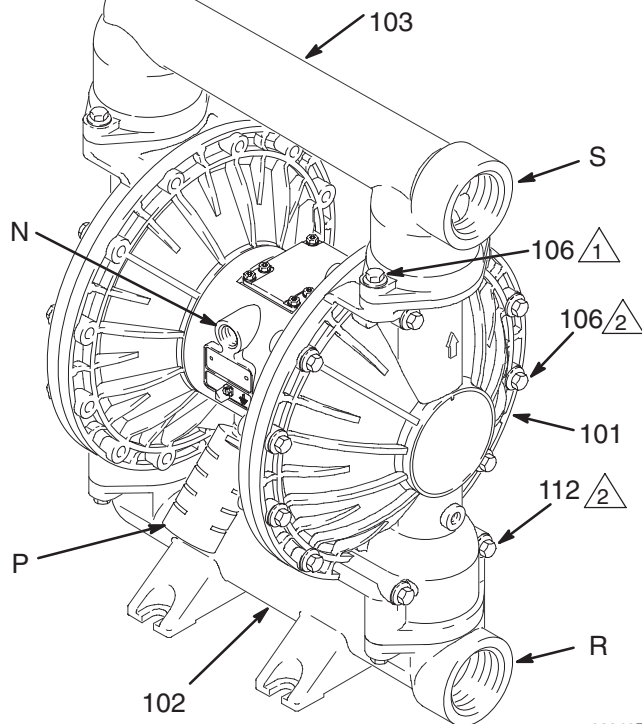

Fig. 3
4. La pompe est très lourde. Si elle doit être déplacée, veillez à ce que deux personnes la soulèvent en la tenant fermement par le collecteur de sortie (103). Consultez la Fig. 3, page 8.
Lors de l'expédition de la pompe, les orifices d'entrée (R) et de sortie (S) de fluide sont orientés dans le même sens. Consultez la Fig. 3. Pour modifier l'orientation des orifices d'entrée et/ou de sortie :
1. Retirez les vis (106) maintenant le collecteur d'entrée (102) et/ou de sortie (103) sur les capots (101).